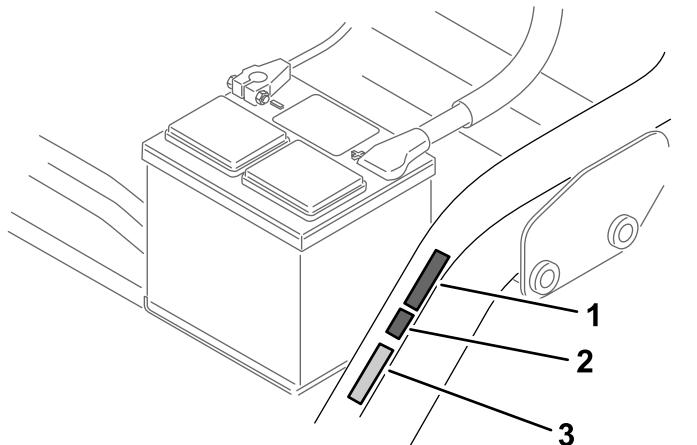

Figura 16
- Applicate l'adesivo dell'anno di produzione CE accanto all'adesivo del marchio CE (Figura 16).
- Applicate l'adesivo del marchio CE accanto alla piastra del numero di serie (Figura 16).